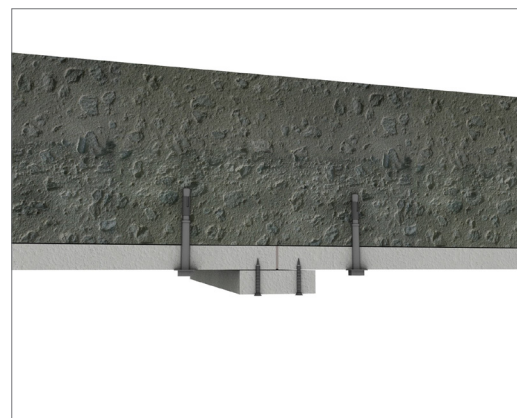

Figura 6: Banda de Panel PassiveTec® para juntas mayores a 6 mm.
- Si el espacio excede los 6 mm, se debe rectificar rellenando el agujero con silicona intumescente PassiveTec® XT y cubirla con una banda de panel PassiveTec® de 100 mm de ancho, del mismo tipo de panel y espesor, anclado con tornillos al panel. Ver Figura 6.